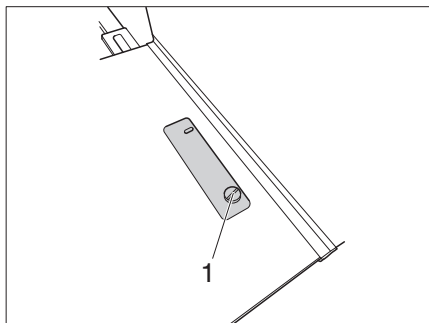

Bild 22 Befestigungsschraube
- Befestigungsschrauben (Bild 22,1) links und rechts an der Campbox heraus-schrauben.
- ▷ Darauf achten, dass die Befestigungsschrauben (Bild 22,1) immer ausrei-chend angezogen sind.
- Campbox über den Befestigungsbohrungen positionieren und Befesti-gungsschrauben (Bild 22,1) einschrauben.